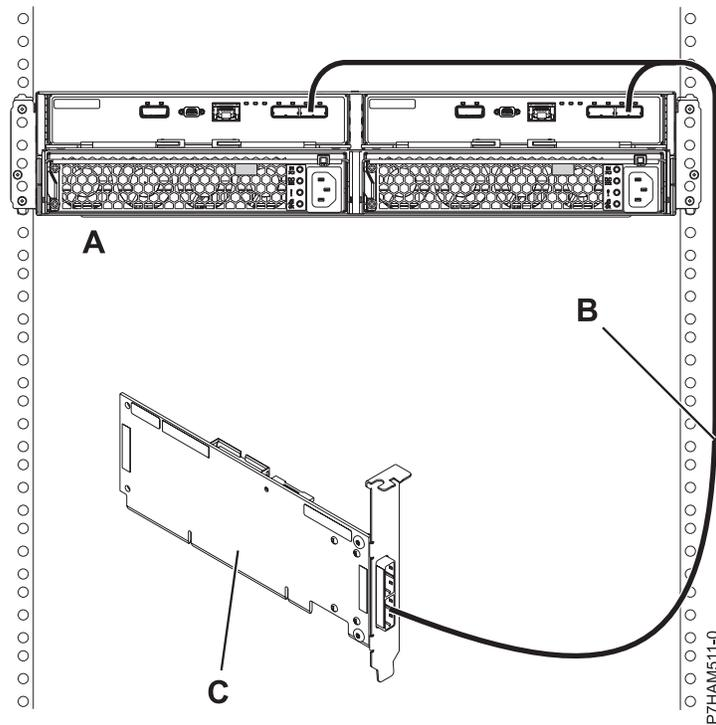

Figure 35. Mode 1 de connexion d'un boîtier d'unité de disque 58/87 via un câble YO à un adaptateur SAS unique
9. Effectuez la connexion de mode 1 d'un boîtier d'unité de disque 58/87 (A) via un câble YO (B) vers un adaptateur SAS unique (C), comme illustré dans la figure 35, à la page 71.
- L'adaptateur SAS unique (C) peut accéder à l'ensemble des 24 baies d'unité.